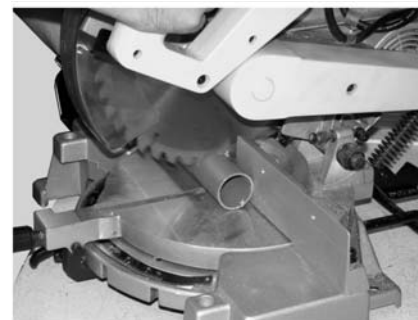

Рис.17
12.3.3. Пилить различные размеры пластиковых труб с помощью вашей пилы не представляет труда. (см. Рис. 17).